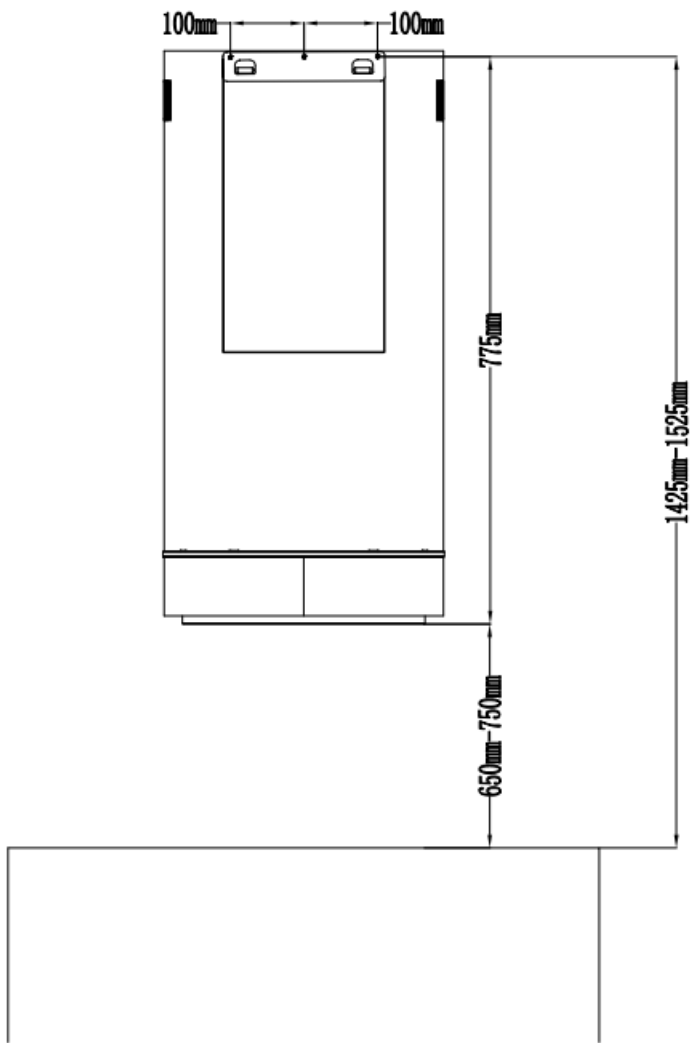

Рис. 1
1. Для достижения наилучшей производительности, вытяжку следует размещать на расстоянии 65–75 см от варочной поверхности. См. Рисунок 1.
2. Просверлите 3 отверстия в стене для крепления кронштейна в соответствии с высотой, показанной на Рис. 1. Выходное отверстие находится внутри корпуса вытяжки. Установите гибкую вытяжную трубу на выходное отверстие вытяжки. См. Рисунок 2.